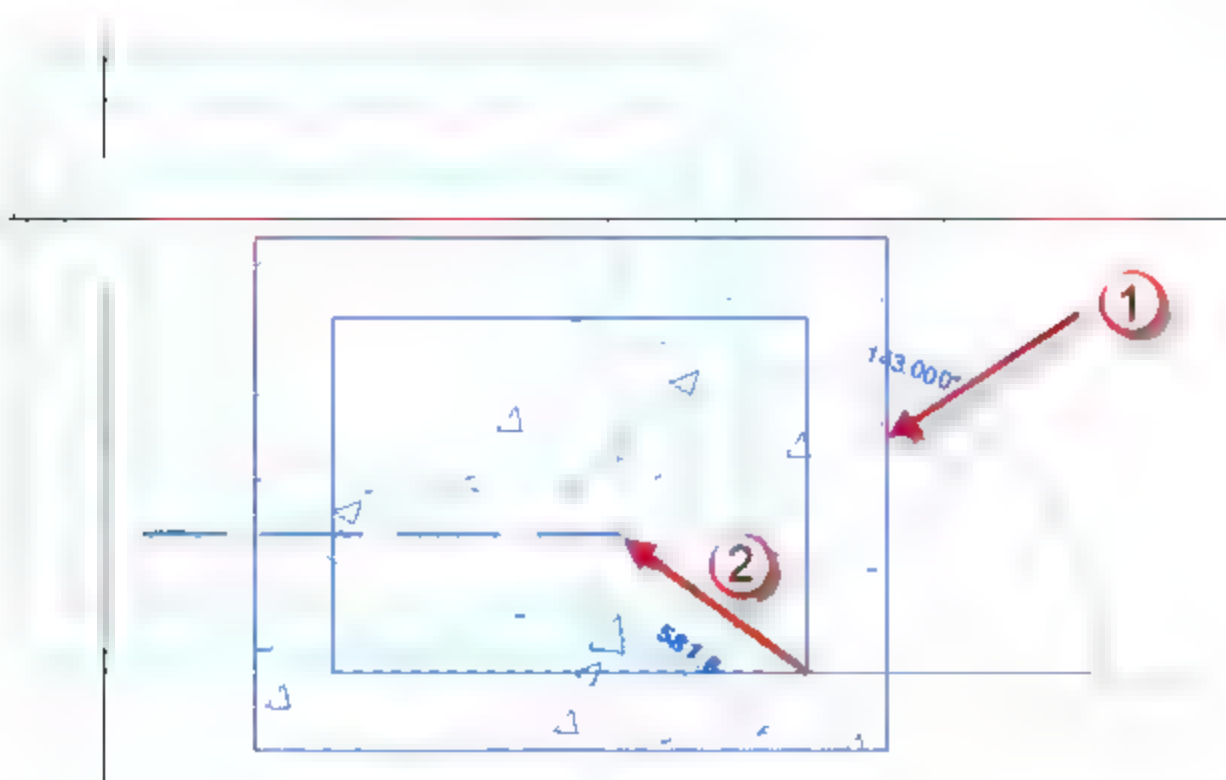

图 12.3.33 移动“中部风道”族
(28) 移动“中部风道”族。选择插入的“中部风道”族,按快捷键 M+V,移动“中部风道”族,如图 12.3.33 所示。